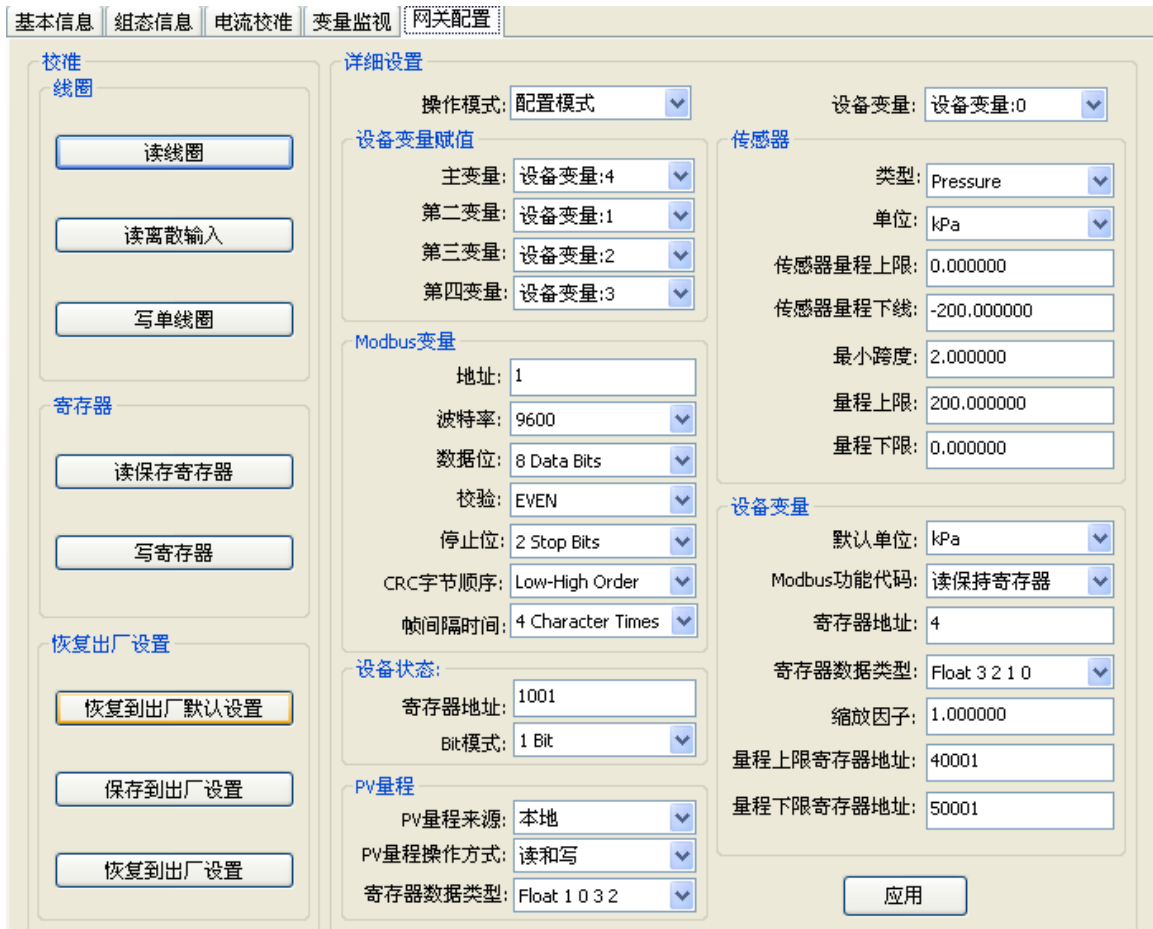

图 5.24 网关配置
- (1) 鼠标左键点击网络视图中某一在线设备，右侧选项卡视图将显示与该设备相关的选项卡。
- (2) 点击右侧选项卡视图中的“网关配置”，第一次点击运行此页面需要读取设备信息，读取时间大概 1 分钟左右，获取信息成功后，则显示网关配置相关功能，如图 5.24 所示。